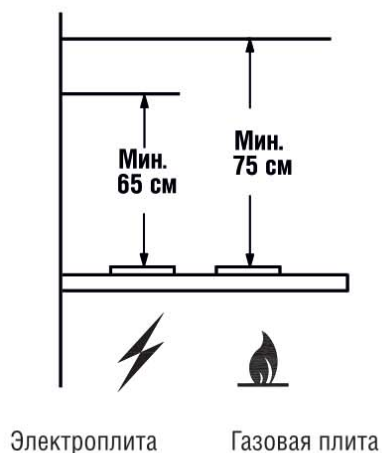

рис. 1
1.2 Зонт устанавливайте на высоте, как показано на рис. 1.